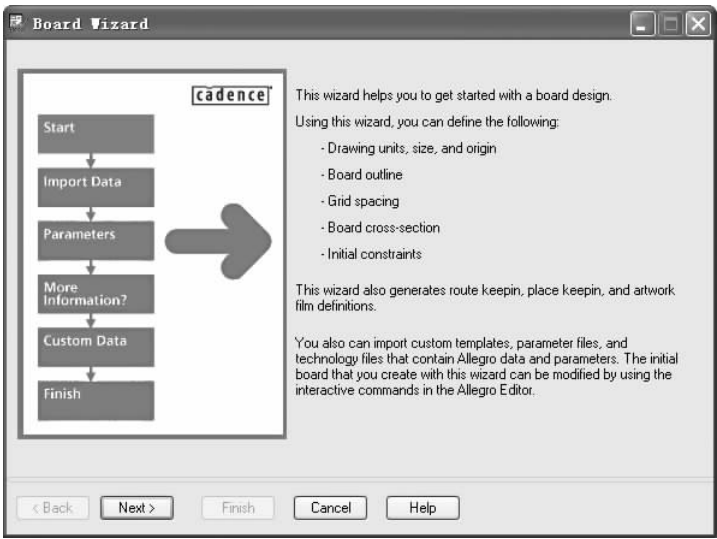

图 10-27 “Board Wizard（板向导）”对话框
3. 单击 **OK** 按钮后关闭对话框，弹出“Board Wizard（板向导）”对话框，如图 10-27 所示，进入 Board（Wizard）的工作环境。在该对话框中显示电路板向导的流程、电路板的尺寸单位、工作区域的大小、原点坐标、电路板的外框、栅格间距、电路板电气层面的设定、基本的设计规则设定。